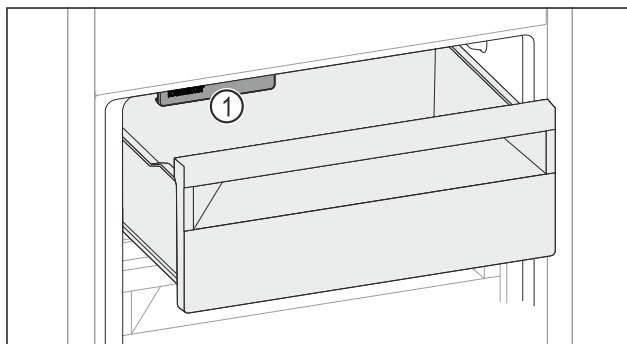

Fig. 101
- ▶ Prihliadajte na IceMaker Fig. 101 (1).